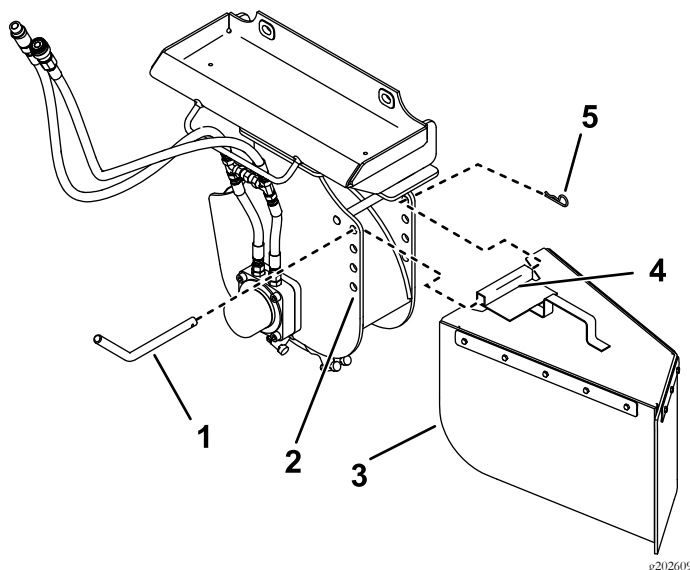

Bild 10
- Positionieren Sie das Befestigungsrohr am Auswurfblech zwischen den beiden Löchern der Fräse (Bild 10).
- Schieben Sie den Schutzblechstift durch die Löcher in der Fräse und dem Befestigungsrohr (Bild 10).
- Befestigen Sie den Stift mit einem Splint (Bild 10).